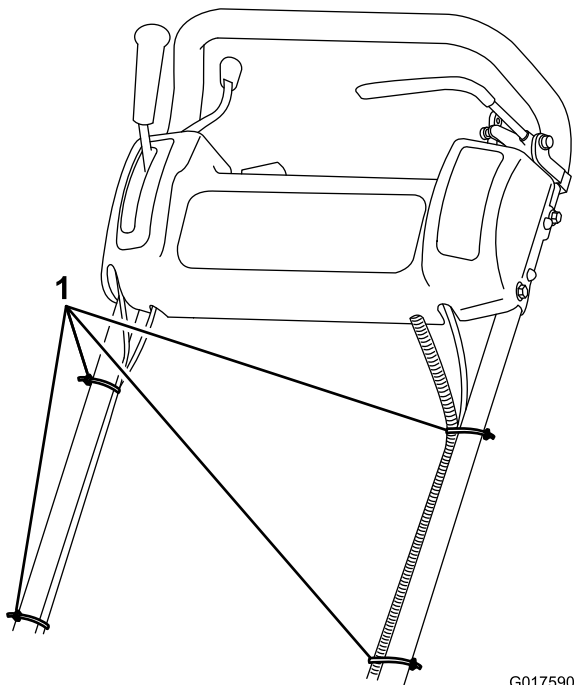

Figura 5
8. Sujete los cables y el arnés de cables al manillar con sujetacables (Figura 5).